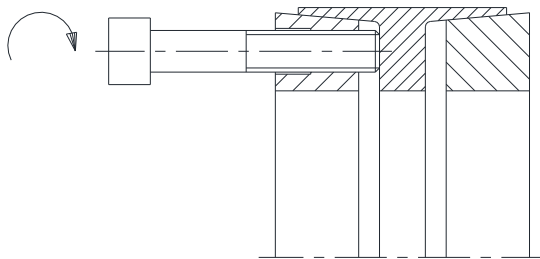

Fig. 6 : Fixer le disque d'appui avant
- Pour faciliter le montage, fixer les disques d'appui et la bague extérieure avec deux vis dans les filetages de démontage (Fig. 6 et 7). Ensuite placer la frette de serrage KTR 401 entre l'arbre et le moyeu.